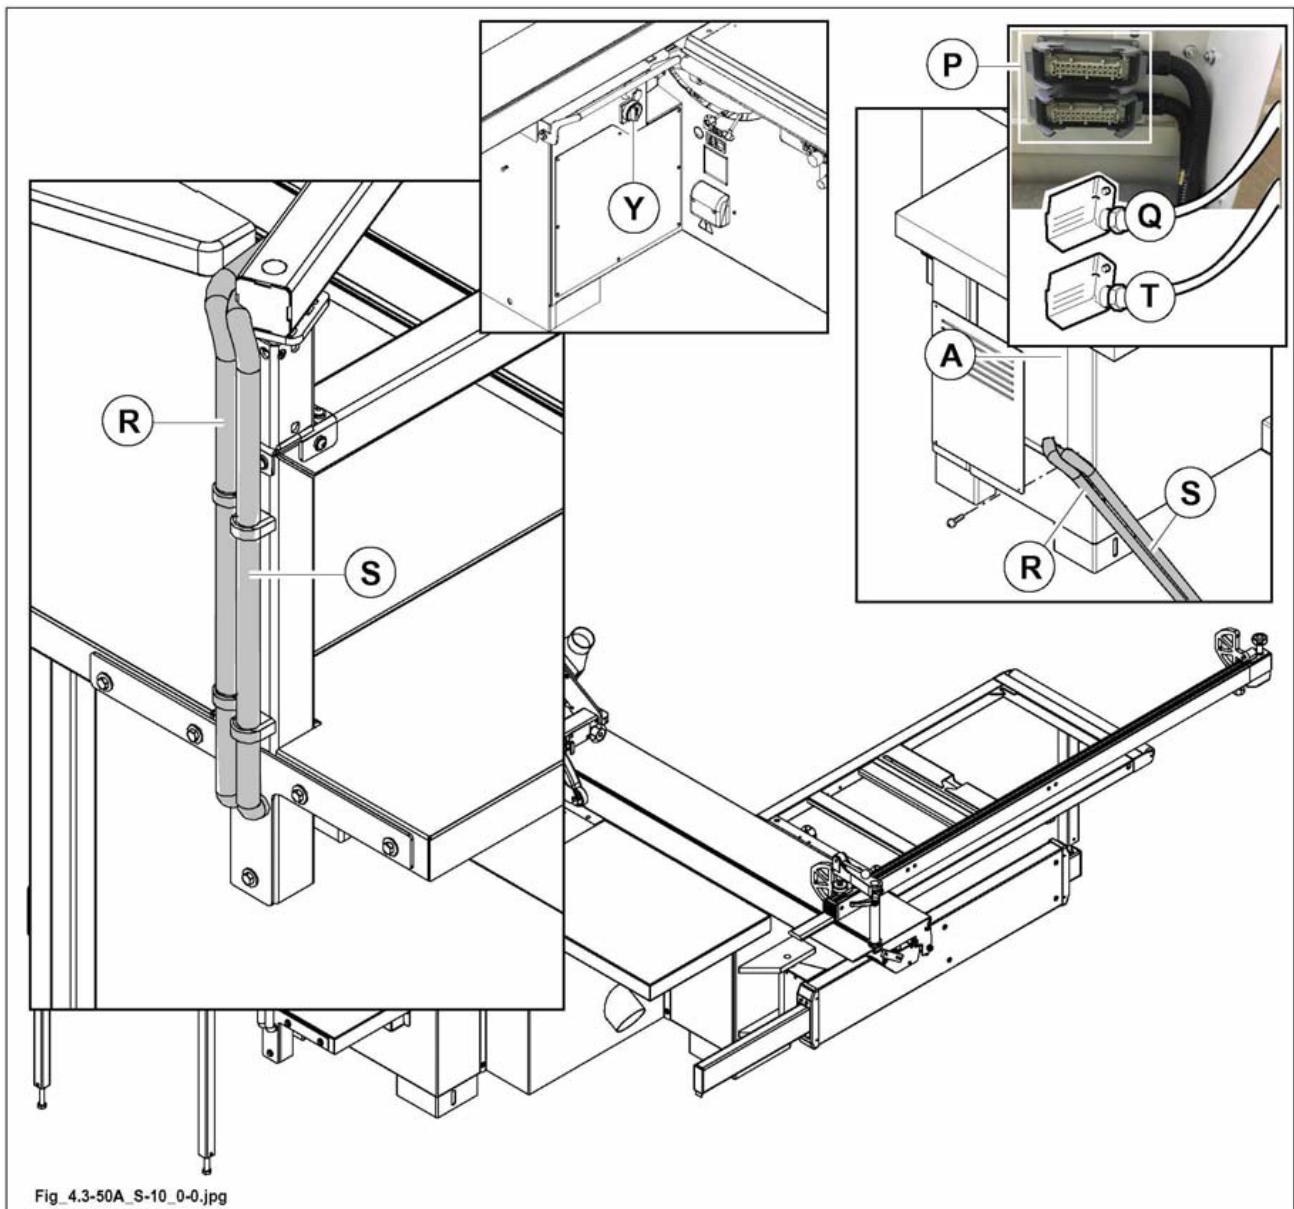

Abb. 4.3-50A
die hängende Steuerungstafel (X Abb. 4.3.50A) kann nur nach der Montage aller dargestellten Einrichtungen installiert werden, indem die **GENAUE ANGEZEIGTE ABFOLGE** und die Montageanleitungen respektiert werden:
- Hauptschalter (Y Abb. 4.3-50A) auf 0 drehen.
- Verbinden Sie den Anschluss (Q Abb. 4.3-50A) des Kabels (R Abb. 4.3-50A) und (T Abb. 4.3-50A) das Kabel (S Abb. 4.3-50A) mit den jeweiligen Steckern (P Abb. 4.3-50A) die sich innerhalb des Gehäuses befinden (A Abb. 4.3-50A).
um einen korrekten Anschluss zu garantieren, sind die Anschlüsse (Q, T Abb. 4.3-50A) und die Stecker (P Abb. 4.3-50A) mit Zeichen markiert.